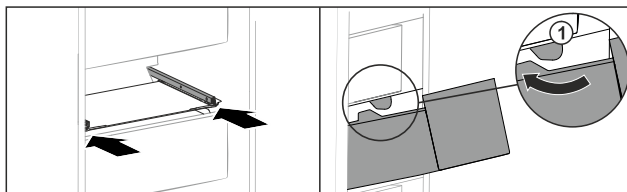

Fig. 160
- ▶ Introduzca el cajón rodeando los toques Fig. 160 (1).